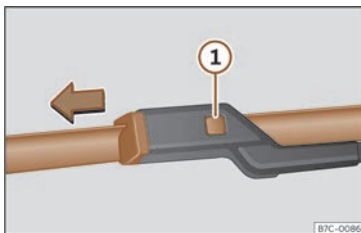

Fig. 180 Cambio de las escobillas del limpiaparabrisas.
- Mantenga presionada la tecla de desbloqueo >>> **fig. 180**  tirando ligeramente de la escobilla en el sentido de la flecha.